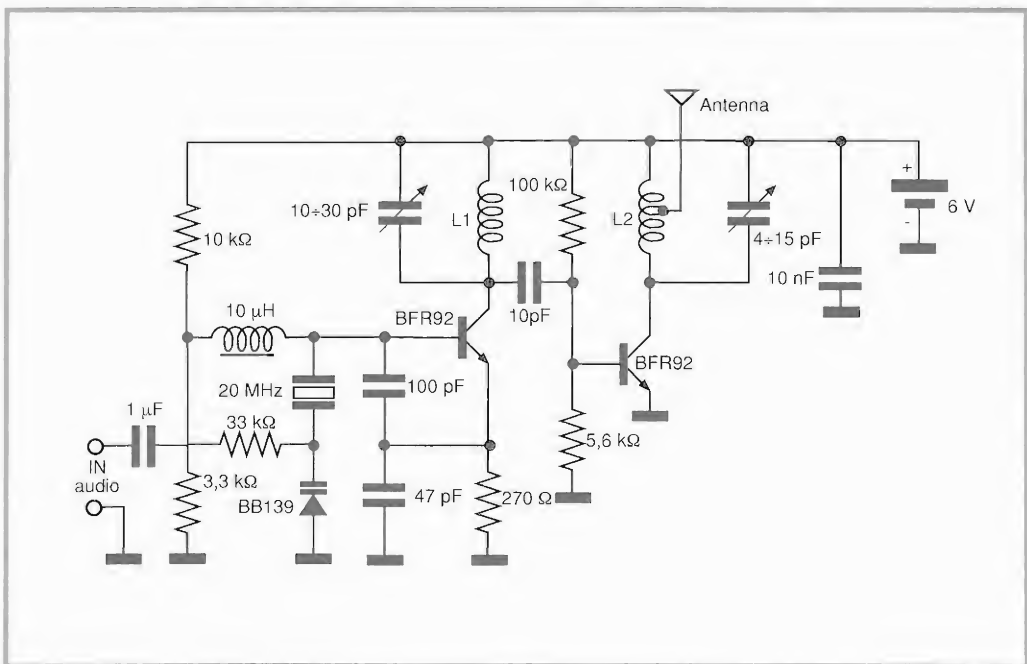

Figura 2.13. Schema elettrico della microspia quarzata a 160 MHz
**L'**oscillatore formato dal primo dei due BFR92 assieme alla bobina da  $10\ \mu\text{H}$  e al quarzo da 20 MHz, viene influenzato dal varicap BB139 che varia la sua capacità in funzione del segnale audio, come visibile in Figura 2.13. Il segnale selezionato dal circuito accordato di collettore, possiede una frequenza quadrupla di quella del quarzo per cui in base al secondo BFR92 ritroviamo un segnale di 80 MHz. Il secondo circuito LC che forma il carico del finale è accordato sulla seconda armonica del segnale, per cui la frequenza di trasmissione si stabilisce a 160 MHz. Ed ora le bobine: L1 è formata da 8 spire di filo di rame argentato da 0,5 mm avvolte in aria su un diametro di 5 mm; L2 è formata da 4 spire di filo di rame argentato da 0,5 mm avvolte in aria su un diametro di 4 mm con presa sulla prima mezza spira.